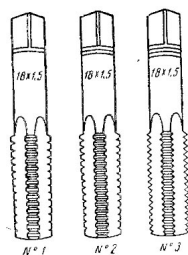

Рис. 211 Комплект метчиков
1. Для нарезания метрической или дюймовой резьбы на токарных станках пользуются комплектом ручных метчиков, состоящим обычно из трех штук, которыми последовательно нарезают резьбу в отверстии (рис. 211). Первым и вторым метчиками нарезают резьбу не на полный профиль, третьим зачищают резьбу, придавая ей окончательные размеры и форму. Номер каждого метчика комплекта узнают по числу рисок на хвостовой части: №1 имеет одну риску, №2 - две риски и №3 - три риски. Иногда для нарезания мелких резьб в сквозных отверстиях применяют комплект из двух метчиков, из которых №1 служит для предварительного, а №2 для окончательного нарезания.